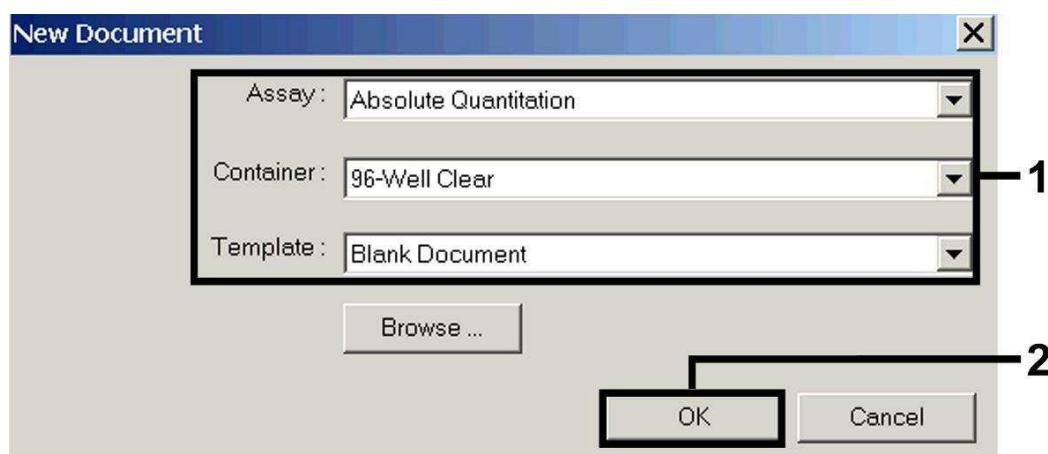

Fig. 3: Pré-definições para a criação de um novo ensaio de PCR (New Document).
Seleccione no *ABI PRISM 7000 SDS* o item *New* do menu *File* e introduza ao novo documento os seguintes ajustes básicos (ver Fig. 3). Um *Template* gravado anteriormente (*SDS Template (*.sdt)*) encontra-se à sua disposição na lista de *Template* ou pode ser seleccionado através da função *Browse* (ver capítulo **8.5.1.5 Gravação do ensaio de PCR**). Confirme as suas definições (OK).